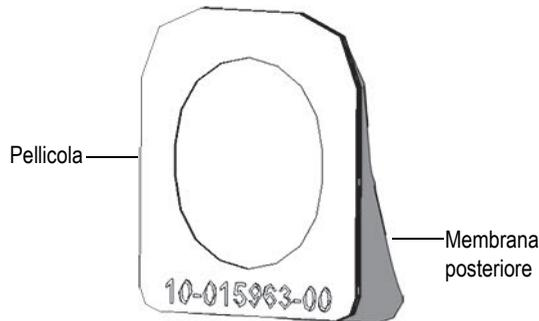

Figura 4-7 Sollevamento della pellicola dalla membrana posteriore
1. Rimuovere la pellicola dalla sua confezione e sollevare completamente la membrana posteriore dalla pellicola dell'apertura di analisi (vedi Figura 4-7 a pagina 66).